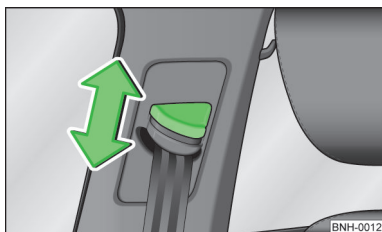

Fig. 163
- Premere il rinvio nella direzione desiderata, e spingerlo verso l'alto o verso il basso nella direzione desiderata » fig. 163.